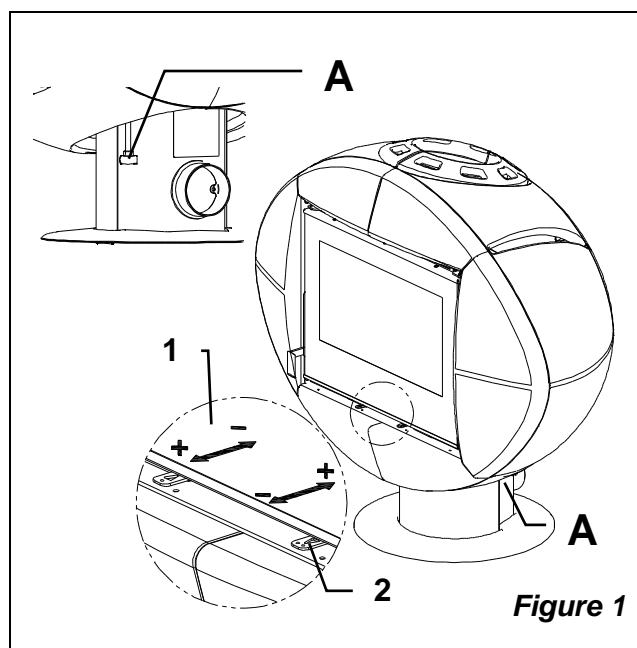

Figure 1
Caractéristique du modèle suivant est la possibilité de faire pivoter le corps de +/- 45°, par rapport à l'axe du socle, même lorsque l'appareil est en marche avec l'avantage de pouvoir le bloquer dans la position souhaitée au moyen d'une manette spécifique (Figure 1 pos. **A**)
Sous la porte du foyer à gauche on trouve le levier de commande du réglage de l'air primaire (Figure 1 **pos 1**). Avec ce réglage on modifie le passage de l'air qui entre dans la partie basse du poêle et, suivant un parcours de canaux appropriés, est conduit en direction du combustible. L'air primaire est nécessaire pour le processus de combustion en phase d'allumage. Le tiroir des cendres doit être vidé régulièrement de manière que la cendre ne puisse obstruer l'entrée de l'air primaire.
Sous la porte du foyer à droite on trouve le levier de commande du réglage de l'air secondaire (Figure 1 **pos 2**). L'air secondaire, en passant à l'intérieur des deux montants latéraux de la partie avant, se réchauffe et active la double combustion en permettant en même temps le nettoyage de la vitre (avec le réglage ouvert). Lorsque le levier est entièrement inséré le passage de l'air est totalement ouvert (Figure 1 **pos.2**).